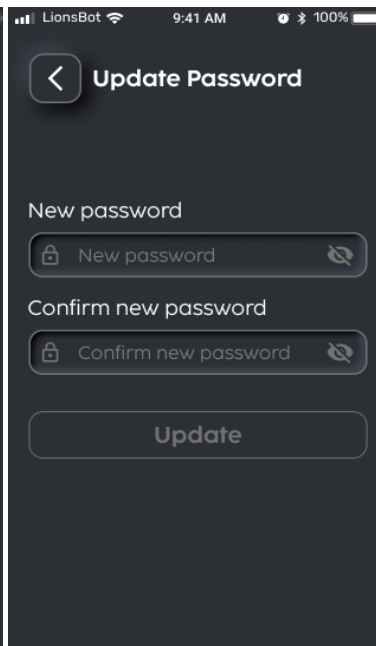
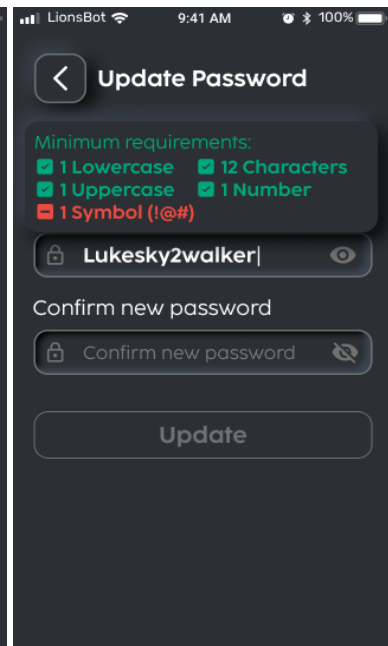

FIGURE 7-6
FIGURE 7-7
4. Entrez un nouveau mot de passe (Fig. 7-6). Le nouveau mot de passe doit répondre aux exigences minimales pour continuer (Fig. 7-7).